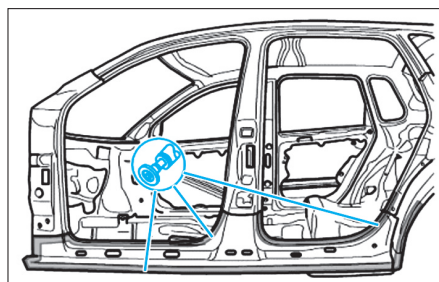

FIG. 72
- Enlever les morceaux restant (Fig.72).